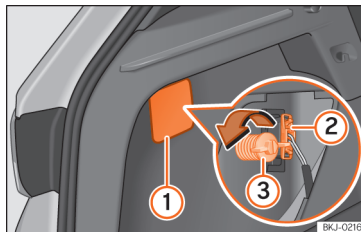
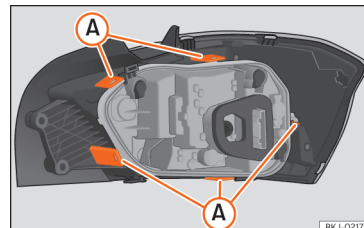

Fig. 54 Bagageira: acesso ao parafuso de fixação da unidade de luz traseira.
Fig. 55 Linguetas de fixação na parte posterior da unidade de luz traseira.
- Retire a tampa fazendo alavanca com o lado plano de uma chave de fendas no entalhe » **Fig. 54** ①.
- Retire o conector da lâmpada ②.
- Desenrosque com a mão ou com a ajuda de uma chave de fendas o parafuso de fixação do farolim ③.
- Desmonte o porta-lâmpadas desbloqueando as linguetas de fixação » **Fig. 55** A.